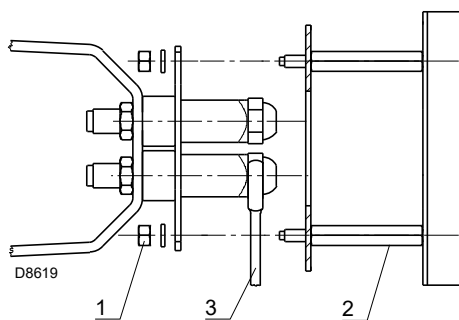

Fig. 12
- Togliere i dadi 1)(Fig. 12) e il gruppo disco diffusore 2).
- Sostituire l'ugello con la chiave 3)(Fig. 12).